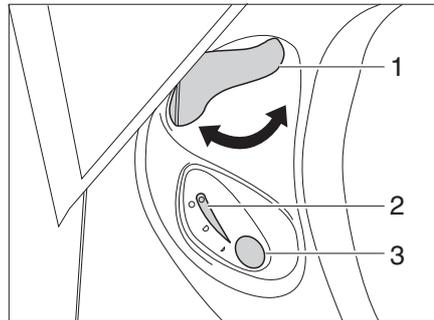

Bild 257 Bedieneinheit Thetford-Toilette
- Vor dem Spülen den Schieber der Thetford-Toilette öffnen. Dazu den Schieberhebel (Bild 257,1) entgegen dem Uhrzeigersinn drehen.
- Zum Spülen den blauen Spülknopf (Bild 257,3) drücken.
- Nach dem Spülen den Schieber schließen. Dazu den Schieberhebel (Bild 257,1) im Uhrzeigersinn drehen.
Die Kontroll-Leuchte (Bild 257,2) leuchtet, wenn die Thetford-Kassette entleert werden muss.
- Den Schieberhebel (Bild 257,1) im Uhrzeigersinn drehen. Der Schieber wird geschlossen. Zum Entleeren **muss** in der Thetford-Toilette der Schieber geschlossen sein.